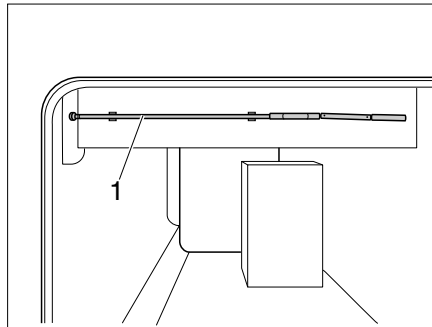

Fig. 149 Manovella di regolazione in altezza
- Togliere la manovella (Fig. 149,1) dal supporto.